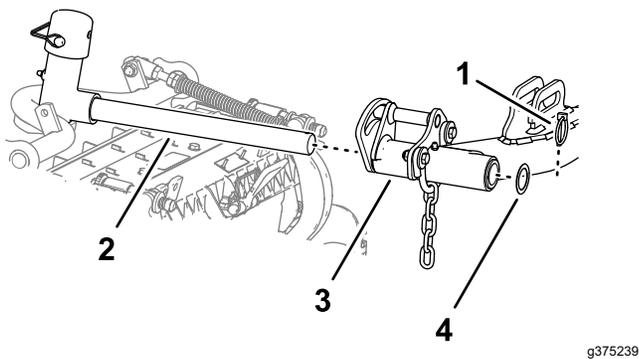

図 27
6. Cutting Unit を昇降アームの下に置く 図 27。